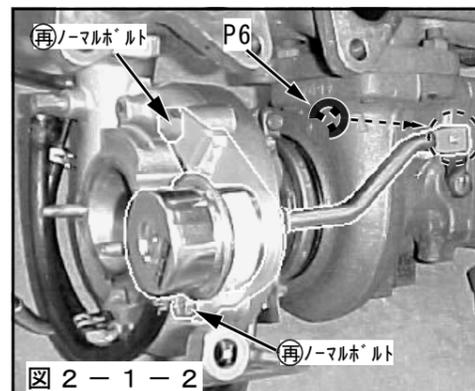

図2-1-2
(図2-1-2)
- (3) ノーマルボルト(2本)を使用して、(2)で組立てた物を⑧に固定してください。(図2-1-2)
- (5) 過給圧の設定終了後にP5でP3を固定してください。
- (6) アクチュエーターにP6を取付けてタービンに固定してください。(図2-1-2)